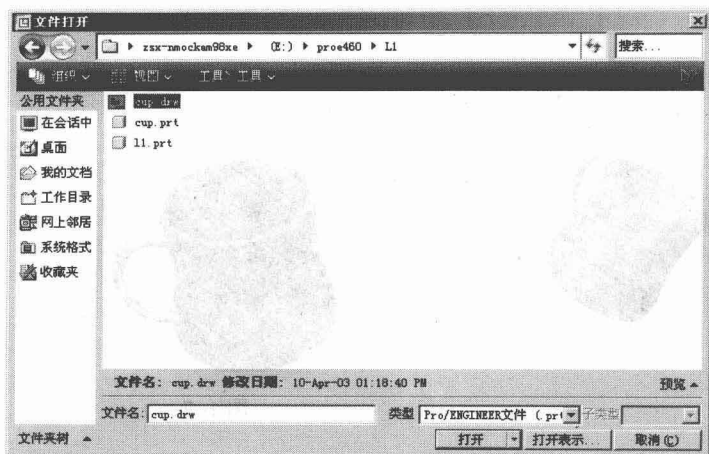

图 1-2
(2) 单击打开图标，弹出图 1-2 所示的『文件打开』对话框。